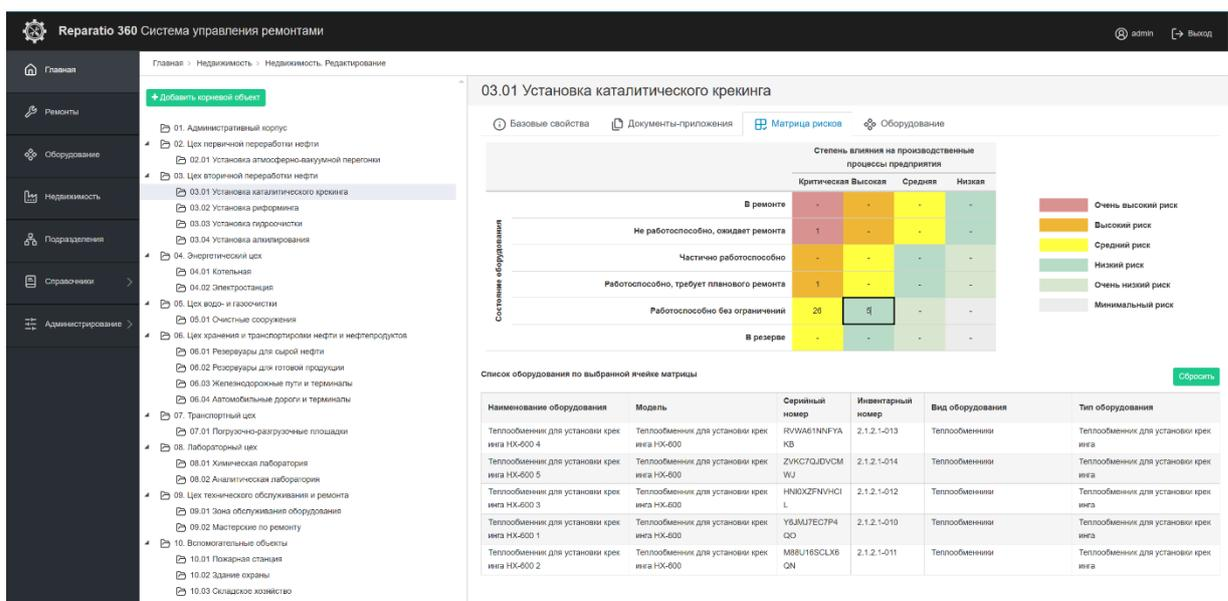

Рисунок 33. «Недвижимость. Матрица рисков»
□ **Матрица рисков** – в подразделе представлена матрица, в которой оборудование распределяется на группы в зависимости от его состояния и степени важности для производственного процесса (см. рисунок 33). По клику на ячейку матрицы список оборудования под матрицей фильтруется – остаются только те единицы оборудования, которые соответствуют заданным критериям. Возврат к полному списку осуществляется по клику на кнопку .